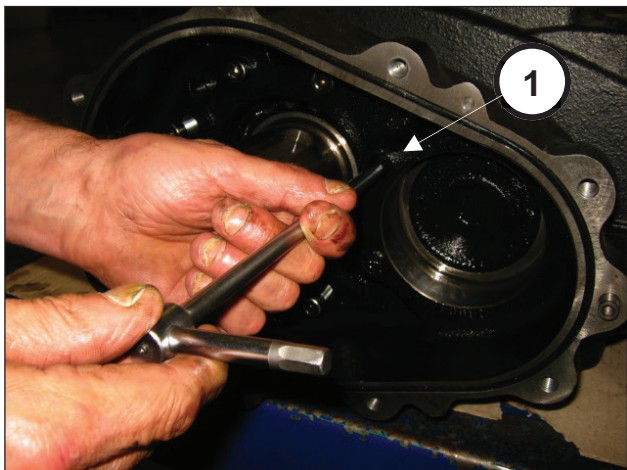
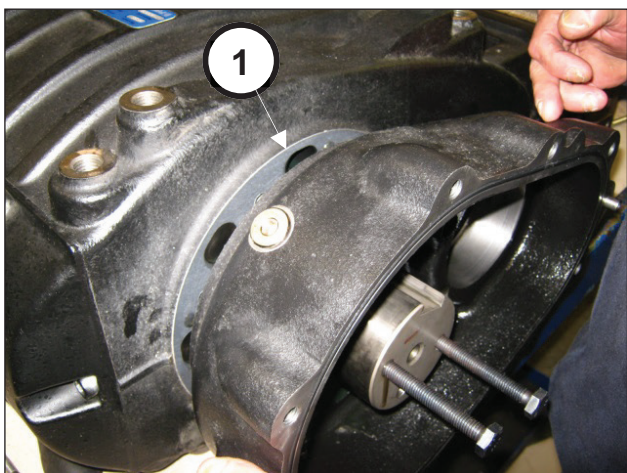

图22
图23
在另一侧拧松减速齿轮箱固定螺丝（①，图22）并将之拆除（①，图23）。